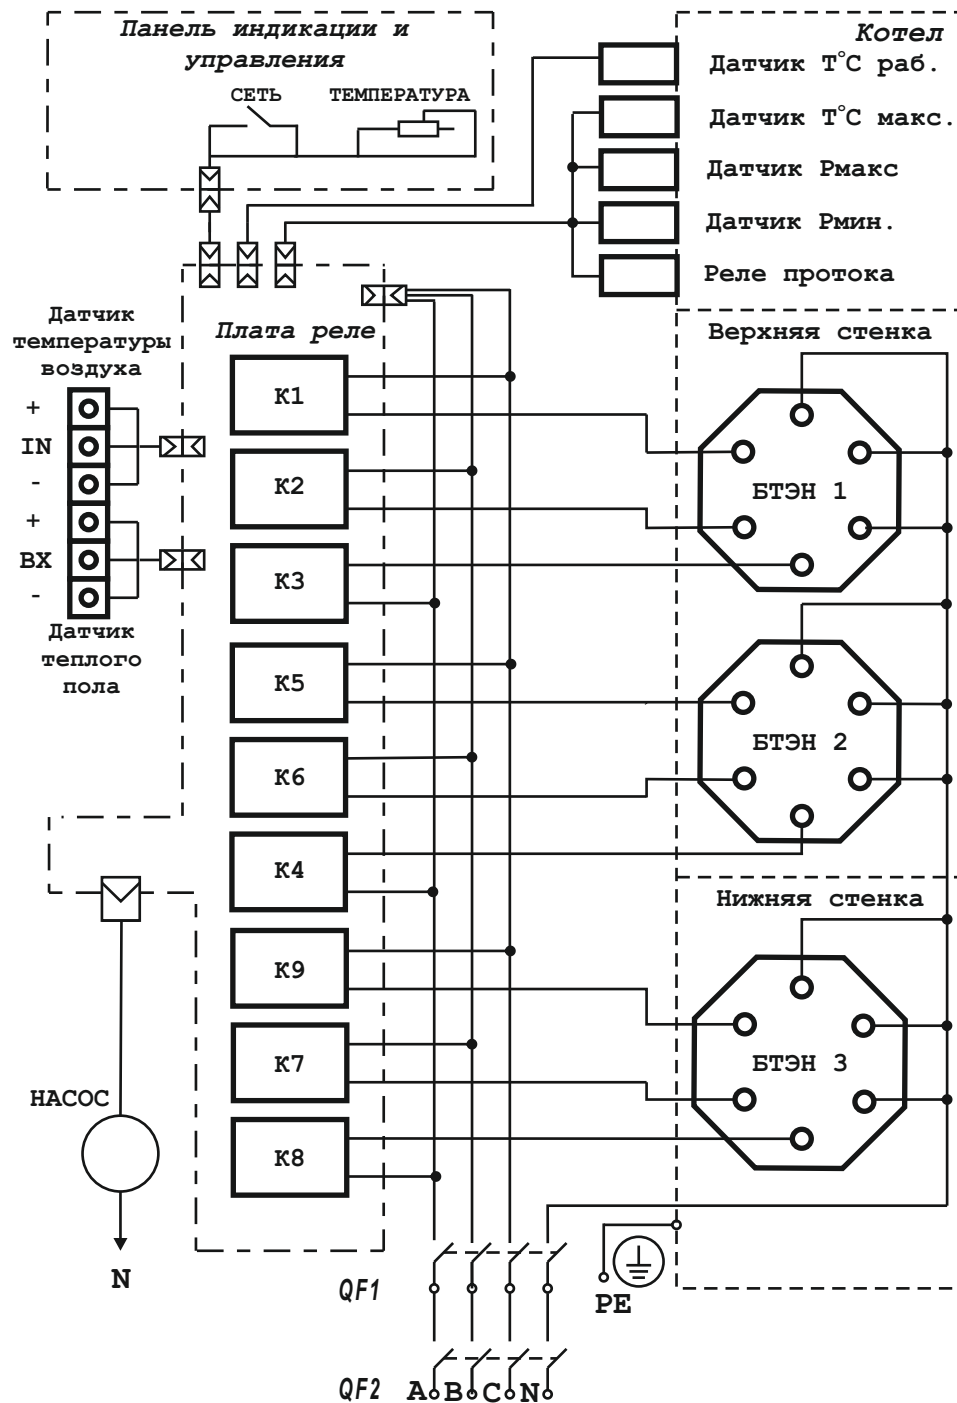

Рис. 5 Схема подключения
6.1.9 Подключение прибора к электрической сети производится в соответствии с Рис. 5 только через внешний автоматический выключатель QF2, с номинальным током (In) указанным в таблице 3.